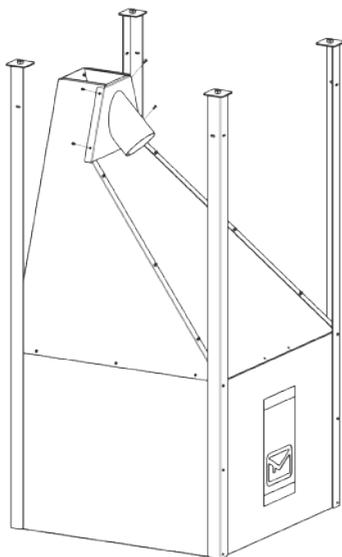

Рис. 10
8. Вставку с патрубком подачи закрепите четырьмя винтами М4х12 к боковым стенкам бункера (Рис. 10).